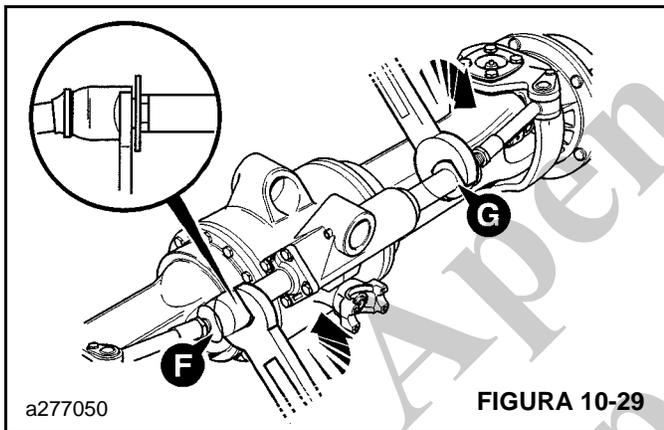

FIGURA 10-29
- a. Usando duas chaves de boca adequadas localizadas nas partes planas em (F e G, Figura 10-29) gire uma contra a outra até que uma junta esférica desaparafuse.